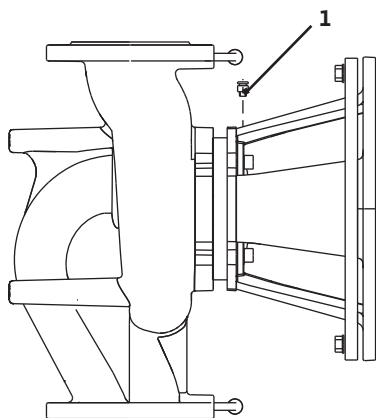

Fig. 17: Valvola di sfiato
- La valvola di sfiato (fig. 17, pos. 1) deve sempre essere rivolta verso l'alto.